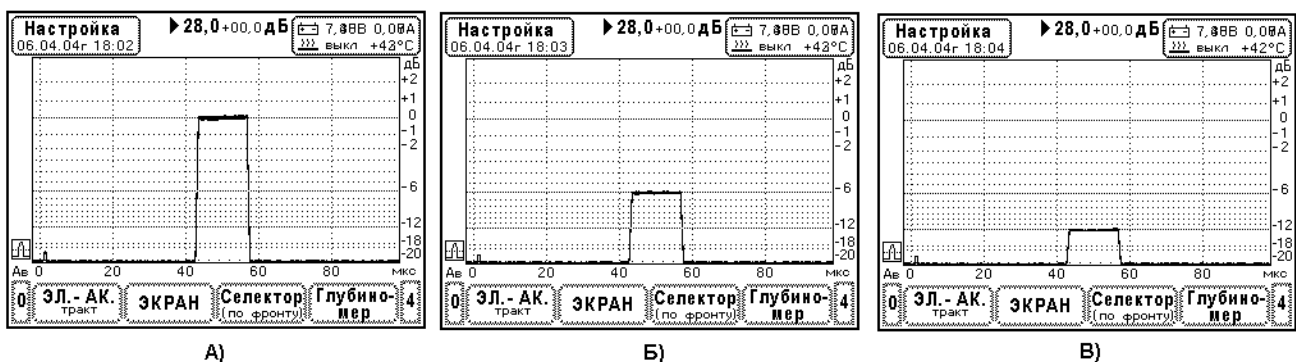

Рис.10.6.6.1. Определение параметров амплитудной характеристики приемного тракта дефектоскопа.
Проверка параметров амплитудной характеристики дефектоскопа УД9812 производится в режиме отображения детектированных сигналов. Используется схема измерений Рис. 10.6.4.1. Вначале амплитуда тест-сигнала настраивается на стандартный уровень дефектоскопа (0 дБ разметки экрана), затем с помощью образцового аттенюатора производят установку тест-сигнала на уровни +3 дБ, -6 дБ, -12дБ и -20 дБ экрана дефектоскопа, считывают ослабление аттенюатора и определяют погрешности амплитудной характеристики. Вид тест-сигнала при определении погрешностей амплитудной характеристики показан на Рис.10.6.6.1.
3. Настройка амплитуды тест сигнала на стандартный уровень дефектоскопа. В меню «Экран», регулируя усиление прибора, установите амплитуду тест-сигнала на уровень 0 дБ по разметке экрана - Рис.10.6.6.1.А. Если необходимо, проведите точную настройку с помощью ручки «амплитуда» генератора сигналов Г4-102. Зафиксируйте ослабление аттенюатора  $K_{ст}$  [дБ].